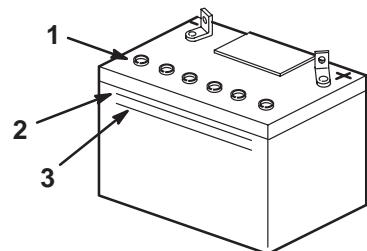

Figure 17
- Observez le côté de la batterie. Le niveau de l'électrolyte doit atteindre le trait supérieur (Fig. 17).
Remarque : Ne laissez pas l'électrolyte descendre en dessous du trait inférieur (Fig. 17).
- Enlevez les bouchons d'aération de la batterie (Fig. 17).
- Versez de l'eau distillée avec précaution dans chaque élément jusqu'au repère supérieur (Fig. 17) sur le côté de la batterie.
- Attendez 5 à 10 minutes après avoir rempli les éléments. Ajoutez de l'eau distillée au besoin, pour amener le niveau au repère supérieur (Fig. 17) sur le côté de la batterie.